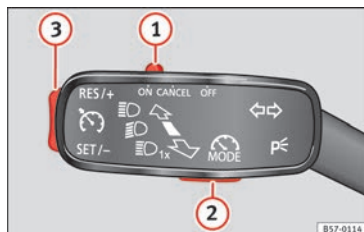

Fig. 173 A sinistra del piantone dello sterzo: comando e tasti per l'uso del regolatore di velocità.
Se si desidera disattivare temporaneamente il limitatore di velocità, ad esempio per sorpassare un altro veicolo, porre il comando » fig. 173 ① della leva degli indicatori di direzione in posizione **CANCEL** porre la terza leva nel punto di pressione **CANCEL** o premere il tasto ② di qualsiasi leva.